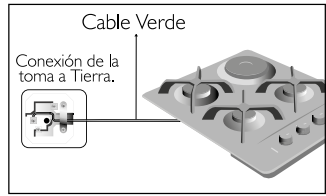

Figura 7.
- Si su producto lo posee, tome el cable verde que sale de la parte posterior del producto y conéctelo al toma a tierra de la instalación (**Ver figura 7**).